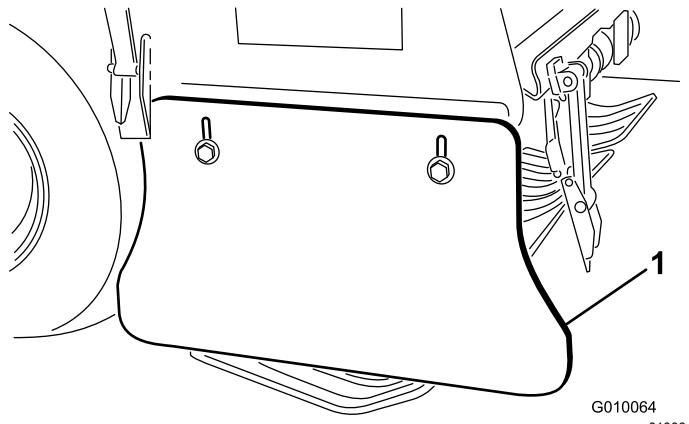

Figura 66
2. Solte as cavilhas e as porcas que fixam o resguardo lateral à estrutura (Figura 66).